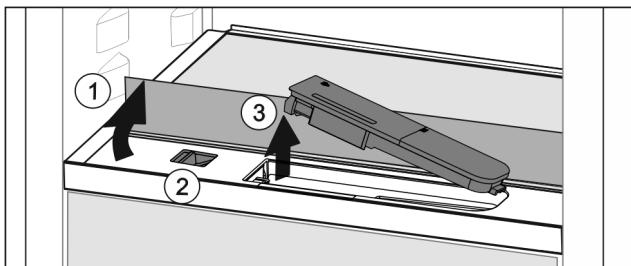

Fig. 145
- ▶ Підняти скляну панель і відкинути до упору назад Fig. 145 (1).
- ▶ Посуньте повзунок Fig. 145 (2) уліво.
- ▶ Вийняти бак для води Fig. 145 (3).